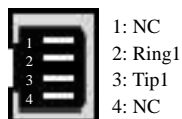

图 2-3 模拟电话接口定义
- ① 关于如何制作模拟电话线，请参考“图2-3 模拟电话线/机接口定义”。